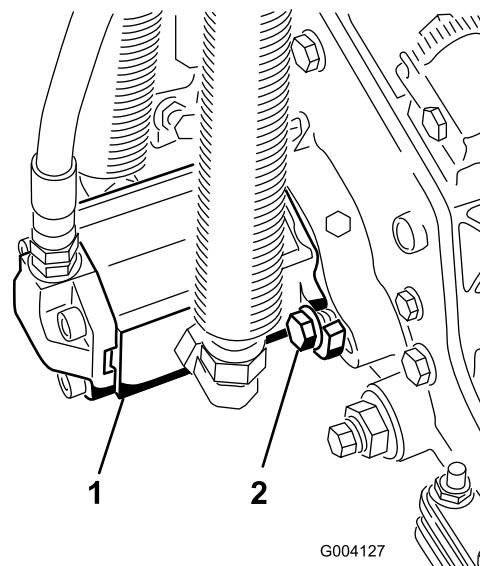

Рисунок 13
- 16. Установите двигатель, повернув его по часовой стрелке, чтобы фланцы двигателя не закрывали болты (Рисунок 13).